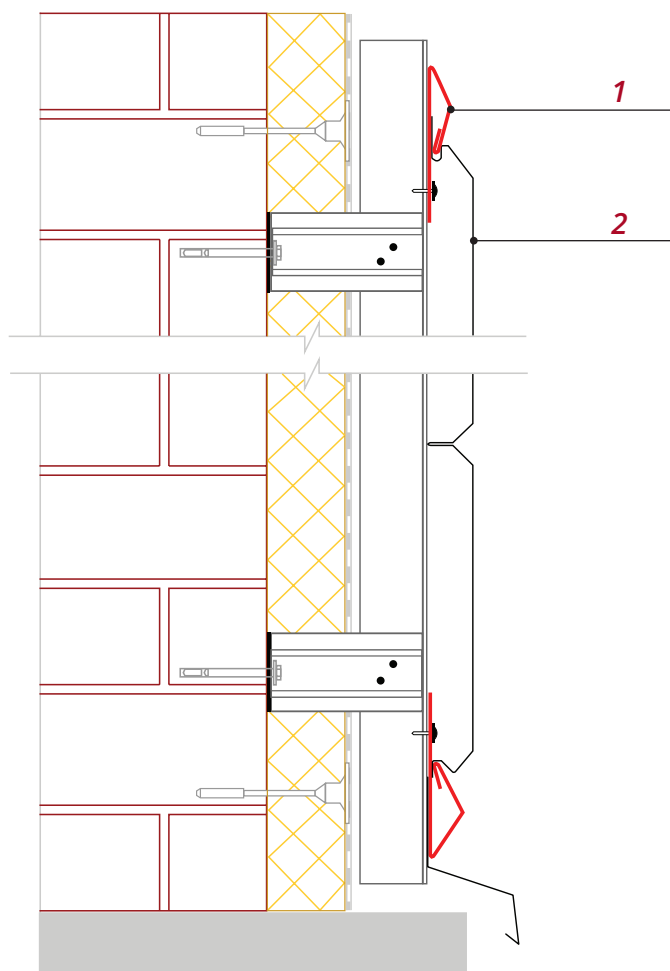

Рис. 24
■ Закрепите Планку стартово-финишную **1** так, чтобы верхняя панель была без зазоров надежно закреплена между планкой и предыдущей панелью (рис. 24).